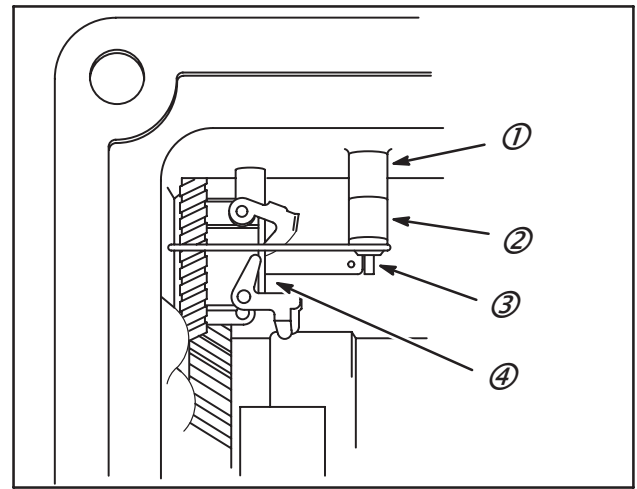

Fig. 37
230000, 240000, 300000, 320000 (Fig. 37)
1. Monter le pignon du régulateur (4) et le toucheau sur l'axe de régulateur dans le cylindre.
2. Glisser l'axe de régulateur (et la rondelle, si utilisée) à travers la bague de l'intérieur du cylindre, Fig. 37.